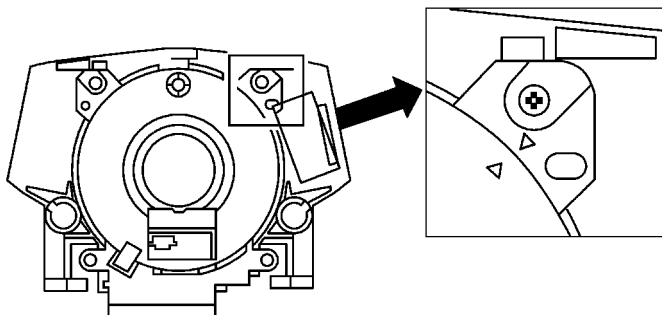

图 9-4 螺旋电缆调整标记
- 3) 如图 9-4 所示, 将螺旋电缆的标记对准外壳上的标记。